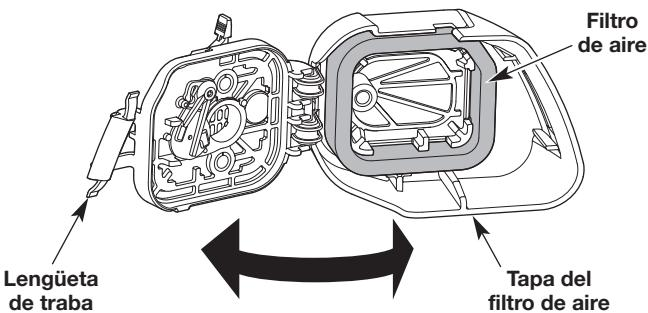

Fig. 20
1. Abra la tapa del filtro de aire. Presione la lengüeta de traba hacia adentro y gire la tapa del filtro de aire hacia la derecha (Fig. 20).
2. Saque el filtro de aire del interior de la tapa (Fig. 20).
6. Vuelva a poner el filtro dentro de la tapa del filtro de aire (Fig. 20).
7. Cierre la tapa del filtro de aire. Gire la tapa del filtro de aire hacia la izquierda y presiónela hasta que la lengüeta de traba encaje en su lugar (Fig. 20).